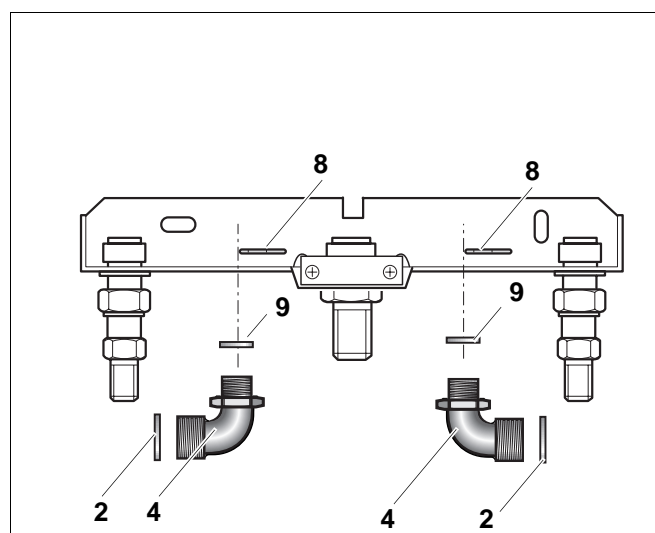

Abb. 5 Abschlusswinkel VS/RS
- Federstecker (Abb. 5, Pos. 8) abziehen und Nippel nach unten entnehmen.
- Neue Anschlusswinkel (Abb. 5, Pos. 4) mit Dichtung (Abb. 5, Pos. 9) von unten einsetzen und mit Federstecker (Abb. 5, Pos. 8) sichern.
Die Dichtungen Abb. 5, Pos. 9 sind beim Lieferumfang des Heizkessel enthalten.